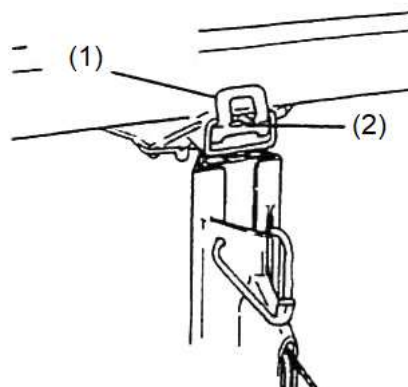

Figure 6
6. Attachez la traverse au cadre (Fig. 6) :